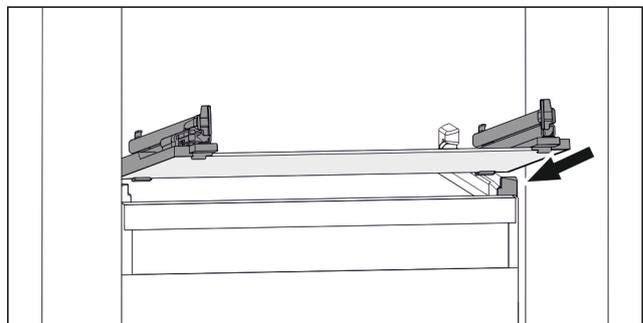

Fig. 54 Beispielhafte Darstellung der Glasplatte
- ▶ Glasplatte schräg hinter den Stoppfern aufsetzen. (siehe Fig. 54)